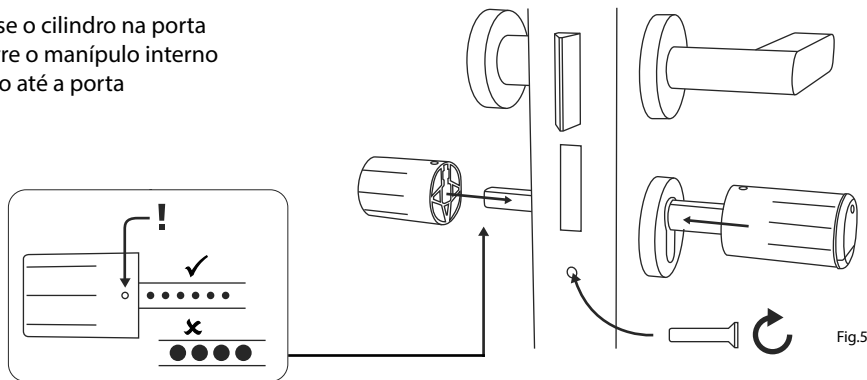

Fig. 5
- ⑤ Aparafuse o cilindro na porta e empurre o manípulo interno e externo até a porta (Fig. 5).